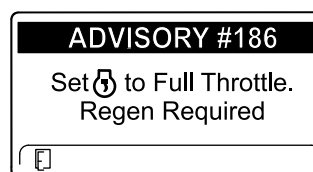

Figura 49
**Nota:** Se la temperatura di scarico del motore è troppo bassa, l'InfoCenter visualizza ADVISOY #185 (Figura 49) per invitarvi a far girare il motore a pieno gas (minima superiore).